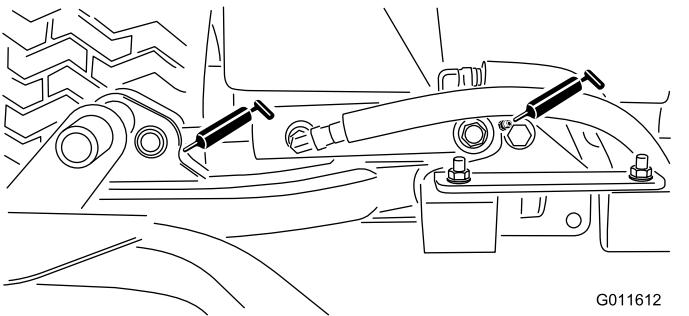

Figura 30
- Cilindros del brazo de elevación de la unidad de corte (2 en cada): Figura 30